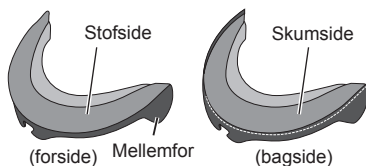

Fig. 1
1. Se fig. 1, og kontrollér forsiden og bagsiden af vindklappen Wind Shutter-2.